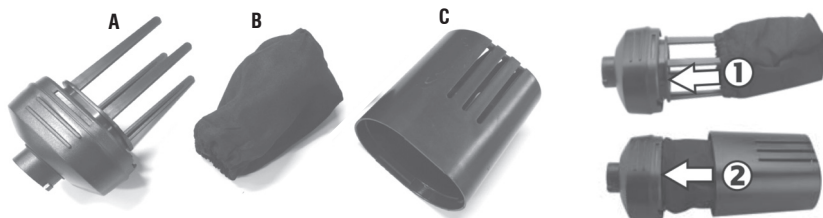

Fig. 5 - Limpeza do coletor de pó
- Para abrir, segure a base do coletor (A, fig.5) e puxe a capa de proteção (C, fig.5);
- Retire o recipiente de tecido (B, fig.5) do corpo plástico;
- Esvazie o recipiente (B, fig.5). Para melhor resultado, vire-o do avesso e utilize uma escova macia para limpá-lo;